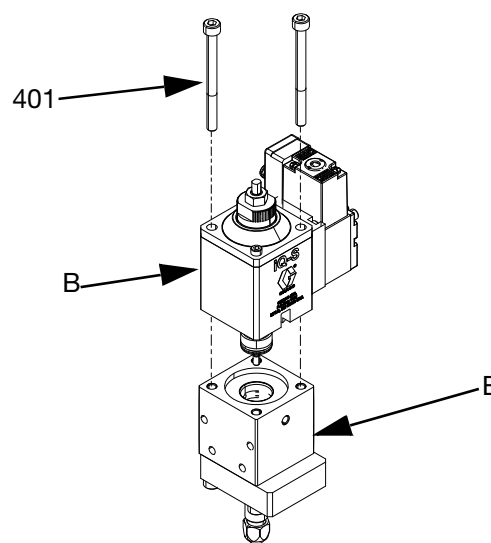

FIG. 11
4. Retire o adaptador snuff-back (308) e o espaçador (315).
5. Coloque uma chave Allen na haste do pistão (410) que se encontra no orifício de segurança (K). Desenrosque a rosca (310) com uma chave de 5,5 mm ou uma chave de porcas e retire o bico (309).
6. Se a secção do líquido (E) não estiver montada, coloque a secção do líquido num torno.
7. Remova os parafusos M5 (401) usando uma chave allen de 4 mm a partir do topo do cilindro de ar. Puxar suavemente a Secção de Ar (B) até a haste do pistão (410) ser removida da secção do líquido (E). Consulte a FIG. 11.